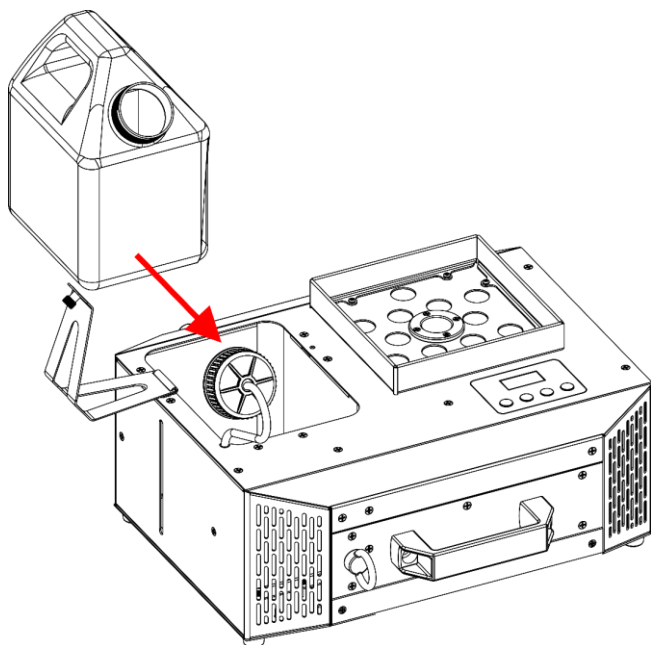

Fig. 34
- 09) Plaats de **vloeistoftank (02)** terug in het apparaat, zoals getoond in Fig. 34.